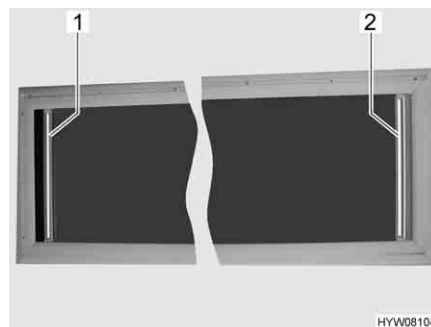

Bild 86 Överkantshängt takfönster
Stänga: ■ Ta tag i mitten på plisségardinens (Bild 86,2) list, dra ut den och släpp den i önskad position. Plisségardinen stannar i denna position.
- Öppna:** ■ Ta tag i mitten på plisségardinens (Bild 86,2) list och skjut den långsamt till det ursprungliga läget.
- Stänga:** ■ Ta tag i mitten på insektsskyddets (Bild 86,1) list, dra ut det och släpp det i önskat läge. Insektsskyddet stannar på denna position.